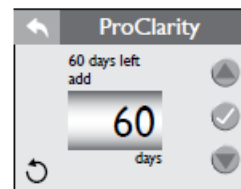

Figura 6.6g
1. No Menu "Water Care" (Cuidados com a água) você pode configurar o temporizador "ProClarity" (Substituição de água), Figura 6.6g.